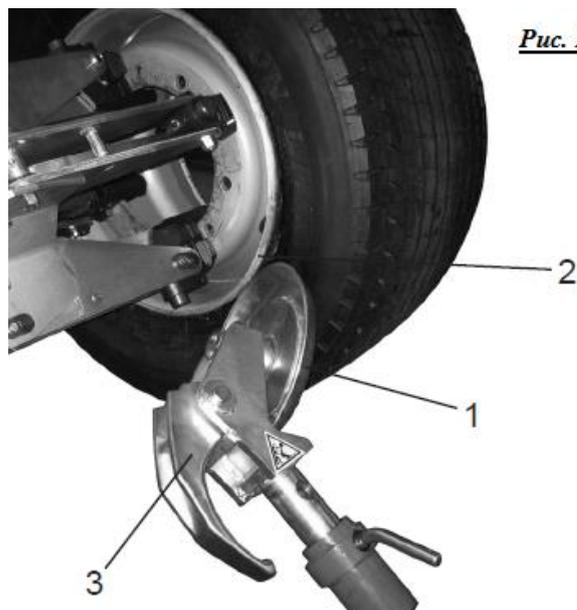

Рис. 24
8. Выполните поворот головки держателя на 180° согласно инструкциям, предоставленным в текущем разделе, так чтобы бортировочный диск (рис. 24, с. 1) начал прилегать к краю обода.